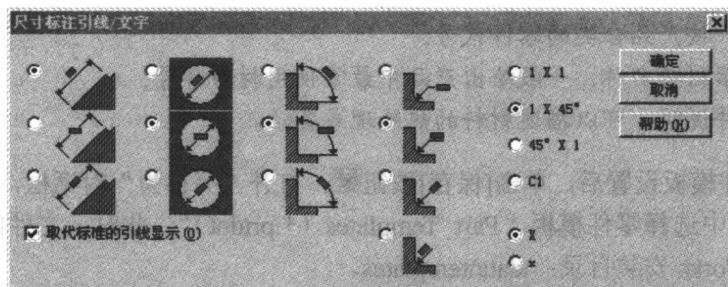

图 1-6 尺寸标注箭头
① 单击[新建]按钮□, 在“新建 SolidWorks 文件”对话框中双击[零件]图标, 然后进行新零件模板设计。
② 选择菜单[工具]—[选项]命令, 出现“文件属性”对话框, 切换到“文件属性”选项卡。
③ 单击[出详图], 在[尺寸标注标准]中确定做下列选择, 保持其他选项为默认:
④ 单击[尺寸标注], 定义下列各项:
- 单击[引线①]按钮, 选中[取代标准的箭头显示]命令, 设置如图 1-6 所示。